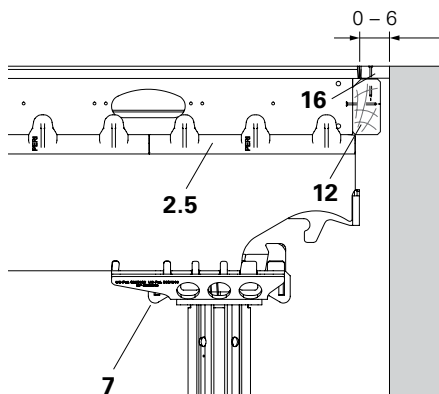

Fig. A5.22
1. Colocar o cabeçal de borde SCK (7) ou o cabeçal de apoio SSK (6) debaixo da viga principal SLT (2.5).
2. Pregar a compensação em madeira SPH (12) ou madeira no máx. até 6 cm no painel.
3. Colocar o forro (16) e fixar com pregos. (Fig. A5.22 + A5.23)